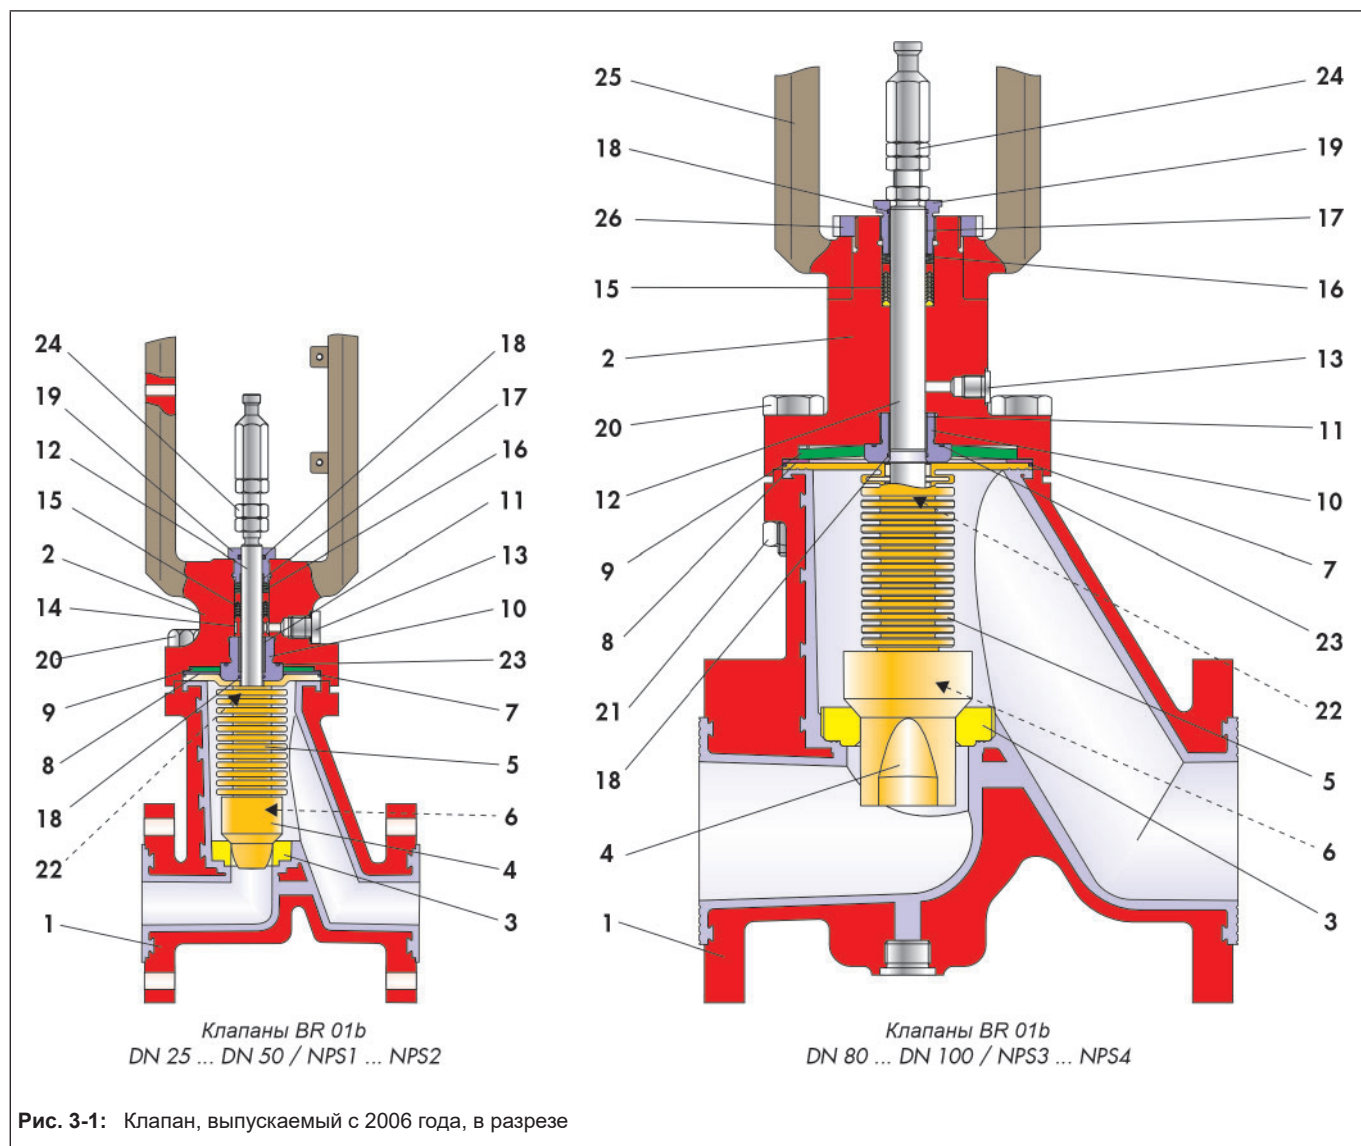

Рис. 3-1: Клапан, выпускаемый с 2006 года, в разрезе
Положение конуса определяет при этом живое сечение потока между конусом (4) и седлом (3), см. рисунок 3-1 и рисунок 3-3.
- ⇒ Переместите конус(4) на сильфон (5).
- ⇒ Зафиксируйте соединение между конусом и сильфоном с помощью вставленного до упора шнура из ПТФЭ (6). Выступающие остатки шнура обрежьте вровень острым ножом.
- ⇒ Поочередно вставьте запорное кольцо, V-образные кольца шевронной уплотнительной манжеты (15) и дистанционный ролик (14). Расположение шевронной уплотнительной манжеты показано на чертеже, рис. 3-1.
- ⇒ Поместите комплект тарельчатых пружин (16) в предусмотренное для этого посадочное отверстие. Расположение тарельчатых пружин показано на чертеже, рисунок 3-1.
- ⇒ Вставьте кольцо круглого сечения (18) во внутреннюю канавку сальниковой коробки (19).
- ⇒ Верхнюю подшипниковую втулку (17) введите в нижнюю часть сальниковой коробки (19).
- ⇒ Смажьте сальниковую коробку (19) на резьбе.
- ⇒ Винтите сальниковую коробку (19) в верхнюю резьбу фланца крышки (2) так, чтобы наружная канавка сальниковой коробки оставалась видимой.